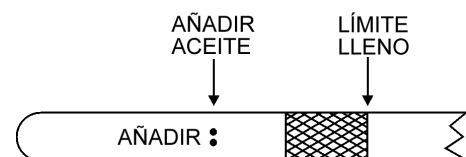

Figura 9. Varilla de medición de aceite
3. Si el nivel de aceite es bajo, agregue aceite por el agujero de llenado de aceite. **NO** llene en exceso. Llene al nivel normal de operación según se muestra en la varilla. Verifique que el nivel de aceite se mantenga entre las dos muescas según se muestra en la Figura 9. Llene siempre con el tipo de aceite recomendado indicado en la Tabla 4. Vea la Tabla 2 para obtener la capacidad de aceite de motor.